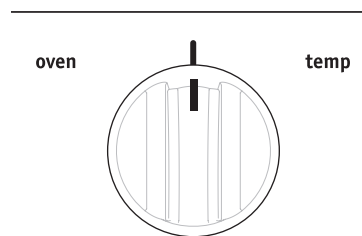

Fig. 1
2. Placez la commande de température à **broil** (Gril) (fig. 1 et 2). La plupart des aliments peuvent aller sous le gril avec le réglage broil (Gril). Préchauffez le four au besoin.